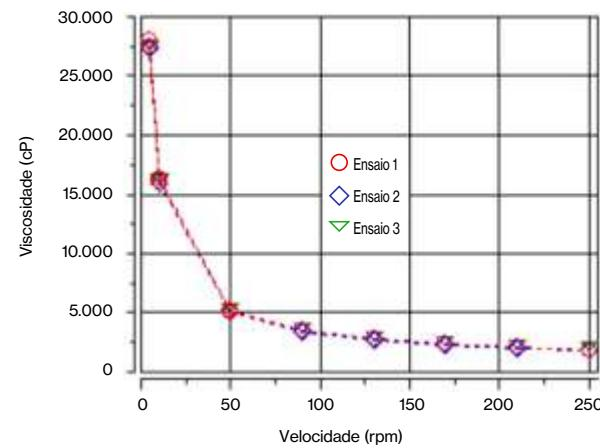

Figura 1: Detergente para máquina de lavar louças a 70–72 °F (21,1–22,2 °C)
- Figura 1: Mostra o comportamento pseudoplástico (a viscosidade diminui ao passo que a taxa de cisalhamento aumenta).
- Figura 1: Viscosidade vs. velocidade de rotação a 21–22 °C, exibindo comportamento pseudoplástico.